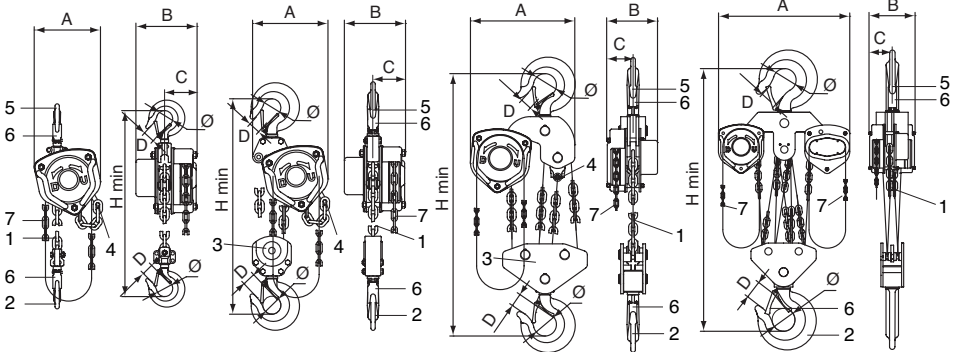

Fig. 1
Le palan tralift™ est fourni équipé d'une chaîne de levage (rep. 1, fig. 1) et d'une chaîne de manœuvre (rep. 7, fig. 1) compatible pour une hauteur standard de levée de 3 m.
La chaîne de levage est constituée d'un ou plusieurs brins (voir § 2 spécifications techniques) avec à son extrémité côté charge un crochet de levage (rep. 2, fig. 1) et, à l'autre extrémité (côté brin mou), la chaîne de levage est fixée à une butée de fin de course basse (rep. 4, fig. 1) elle même fixée à l'appareil.
3. Vérifier le bon état des crochets (rep. 2, fig. 1) et des linguets de sécurité (rep. 6, fig. 1).
4. Vérifier que l'extrémité de chaîne de levage côté brin mou est fixée à la butée de fin de course basse de l'appareil (rep. 4, fig. 1).